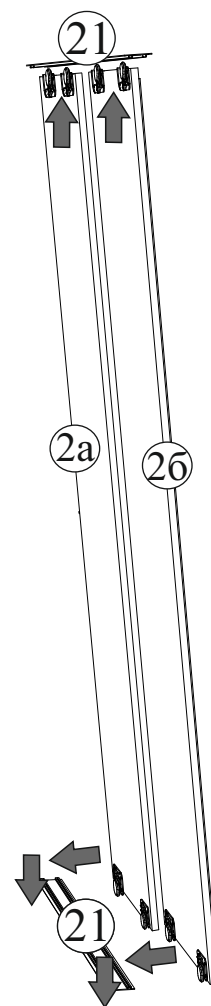

Рис.13
15. И последнее - это установка ручек в отверстия на дверях-купе, поклейка самоклеющегося шпегеля на торец двери со стороны ручки и установка готовых дверей в шкаф (рис.13). После установки двери отрегулировать по боковинам шкафа с помощью регулировочных винтов на нижних роликах.